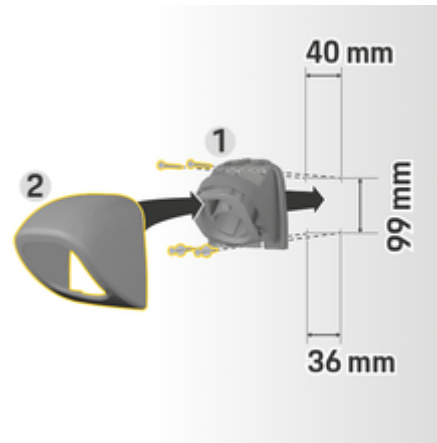

图 21 钻孔尺寸
1. 将接头固定器 1 (图 21) 从盖子 2 (图 21) 上拆下。
4. 将接头固定器 1 (图 21) 拧到墙壁上。
5. 将盖子 2 (图 21) 从下方安装到接头固定器 1 (图 21) 上，并且向上推。